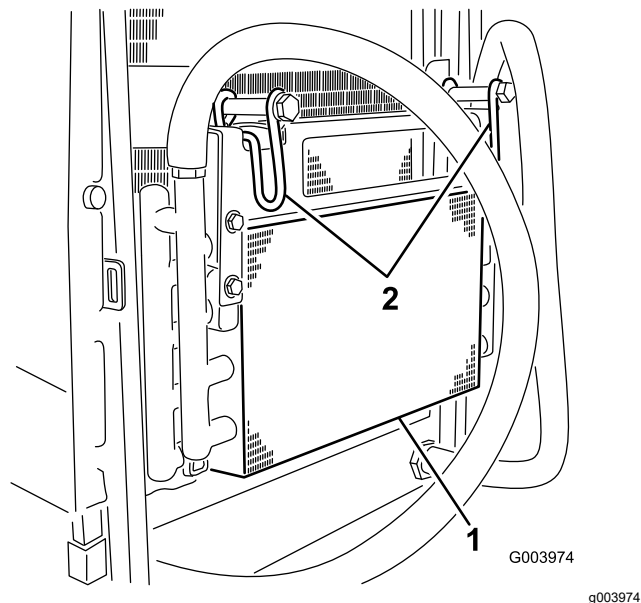

図 141
7. オイルクーラのラッチ2ヶ所を内側に押して解除し、クーラを傾ける 図 141。